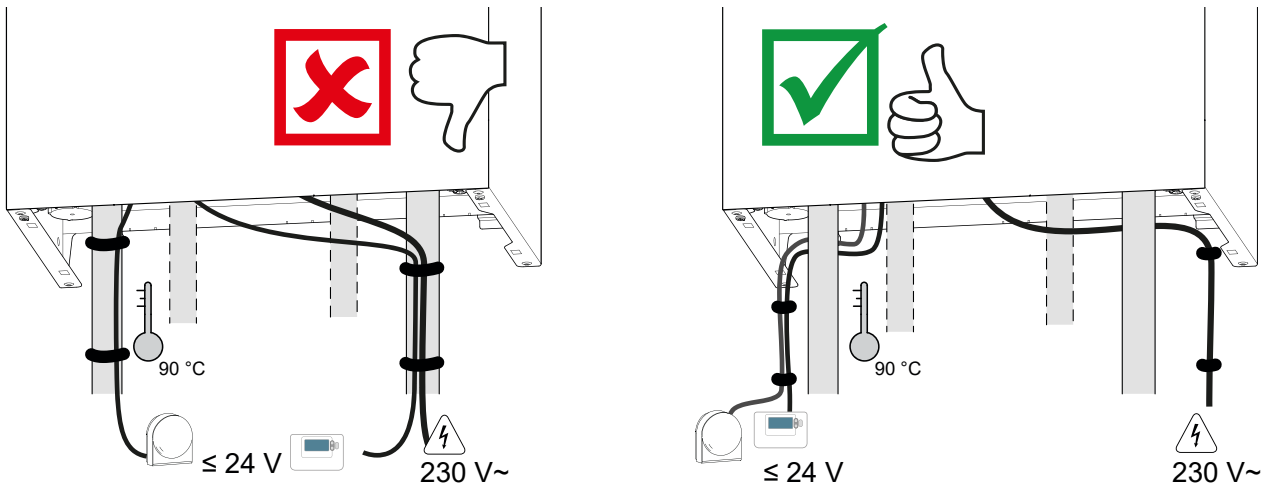

fig. 19 - Kabelgoot
- De aansluitingen uitvoeren volgens het schema (fig. 19 en fig. 25, bladzijde 30).